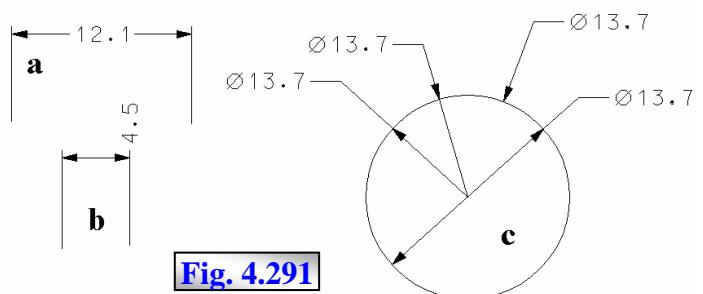

Fig. 4.291
- = **Leader** – pentru dimensionarea cercurilor sau arcelor, în zona **Terminators** se activează controlul **Leader**, care permite selecția metodei de generare a dimensiunii, fig. 4.291–c;
- **Text** – permite specificarea alinierii textului cotei, prioritățile fiind: **Standard** – orizontal inclus în linia de dimensionare, fig. 4.291–a, **Vertical** –
vertical, în prelungirea liniei de extensie, **fig. 4.291-b**, **Mixed** - vertical, dacă textul nu începe orizontal în linia de dimensionare (combinația celor două metode anterioare), trecerea dintr-un mod în altul fiind decisă de MS;